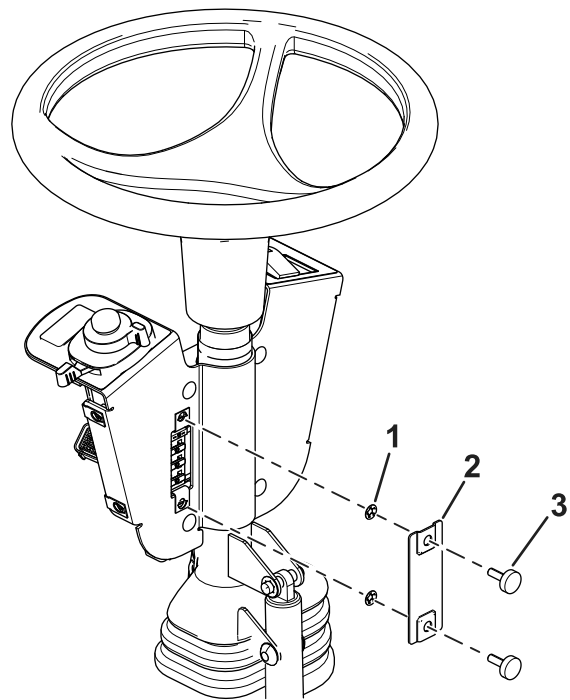

Figure 11
10. Fixez le couvercle des fusibles sur le support de commutateurs à l'aide de 2 vis à oreilles et 2 écrous poussoirs (Figure 11).
Remarque: Veillez à installer les écrous poussoirs à l'intérieur du couvercle des fusibles (Figure 11).